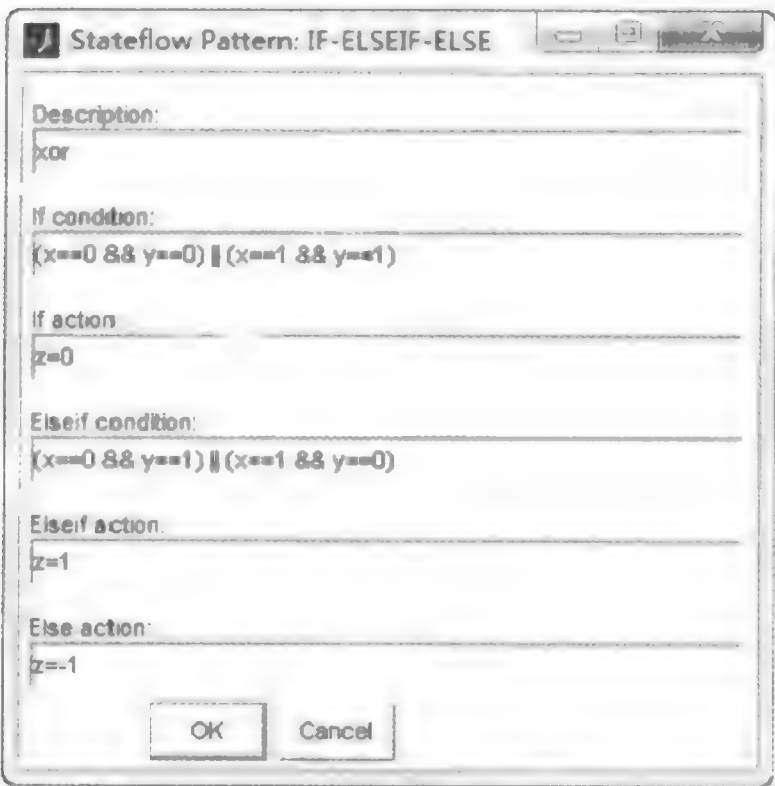

图 3.6.7 流程图对话框
(4) 根据 3.6.1 节的内容不难得出异或函数的实现逻辑。在 Stateflow Pattern:IF-EL-SEIF-ELSE 对话框中完成异或逻辑,如图 3.6.7 所示。